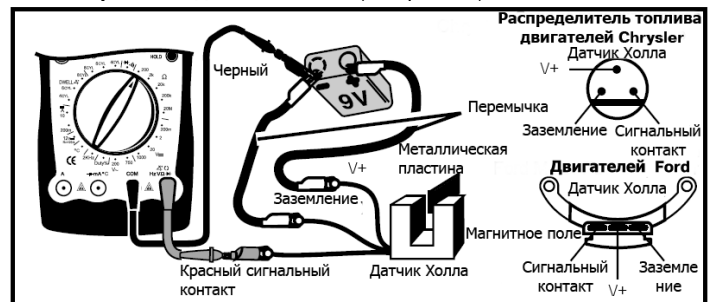

Рис. 17
3. Тестирование датчика Холла (См. рис. 17)